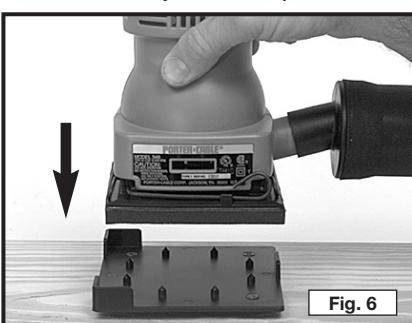
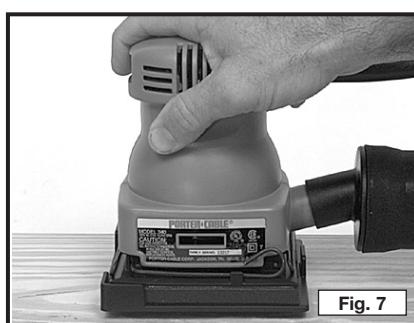

Fig. 6
Fig. 7
2. Posicione la lijadora cerca del perforador (vea la Fig. 6) alineando la zapata de la lijadora con las dos guías de esquina del perforador. Empuje la lijadora sobre el perforador hasta que quede asentada (vea la Fig. 7).